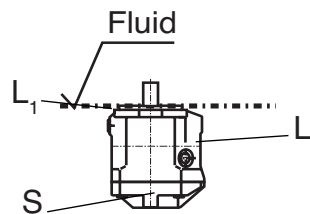

Fig 1
a) quando o nível mínimo do fluido estiver na mesma altura ou acima da superfície do flange de montagem da bomba: Conexões "L", "L₁" e "S" abertas (veja fig. 1).